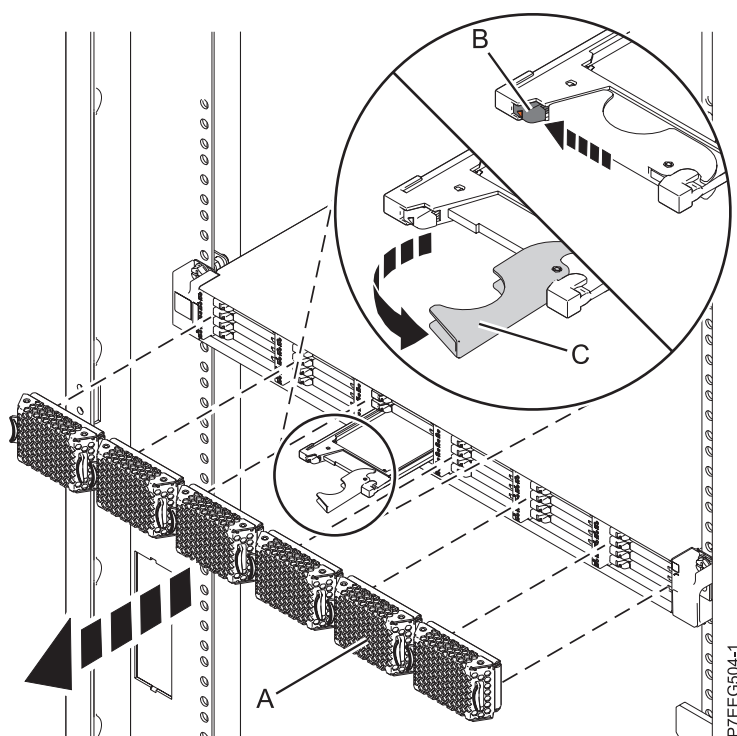

Figura 19. Extracció de la unitat d'estat sòlid des de Allotjament d'emmagatzematge EDR1 PCIe
4. Aixegueu la tapa bisellada (A) que cobreix la ranura que conté la unitat d'estat sòlid.
5. Quan el LED d'identificació d'unitat d'estat sòlid es torni sòlid, desplaçe el pestell d'alliberació (B) amb compte per tal de desbloquejar la nansa de la unitat. Consulteu Figura 19.
6. Agafeu la nansa (C) i feu sortir parcialment la unitat de la ranura.